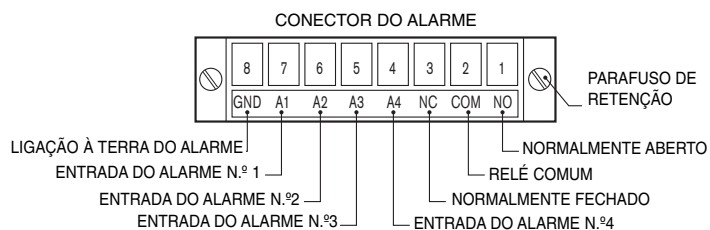

Figura 4
5.4.2.4. Se as entradas do Alarme ou as saídas de contacto estiverem a ser utilizadas, ligue os fios descarnados adequados ao conector do Alarme de 8 pinos, tal como na FIGURA 4.
**NOTA:** As entradas do Alarme têm de ser ligadas a um contacto seco Aberto normalmente. Para activar a entrada do Alarme, o contacto tem de fechar entre a Entrada do alarme e a Ligação à terra do alarme apropriadas, pino n.º 8. Por exemplo, para activar a Entrada do alarme n.º1, o relé tem de fechar entre os pinos 7 e 8, (consulte FIGURA 4).